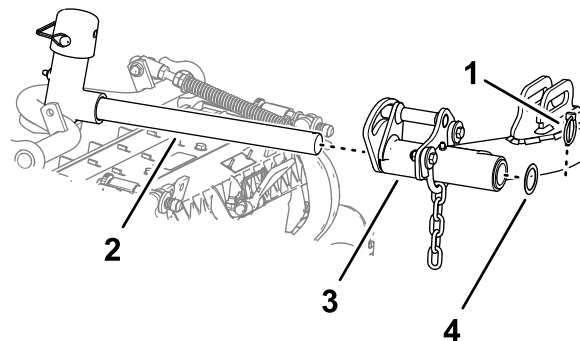

Рисунок 27
6. Подведите режущий блок под подъемный рычаг (Рисунок 27).